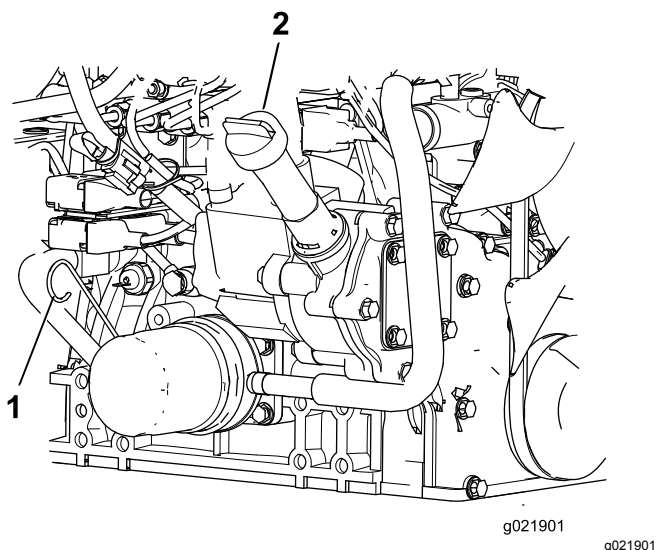

図 74
3. ディップスティックを抜き取り、付いているオイルをウェスで拭き、もう一度一杯に差し込んで抜きとる。FULL マークと ADD 図 74 マークの間にあればよい。
4. オイルの量が少ない場合は、補給キャップを取り、FULL と ADD の間の位置までオイルを補給する 図 74。